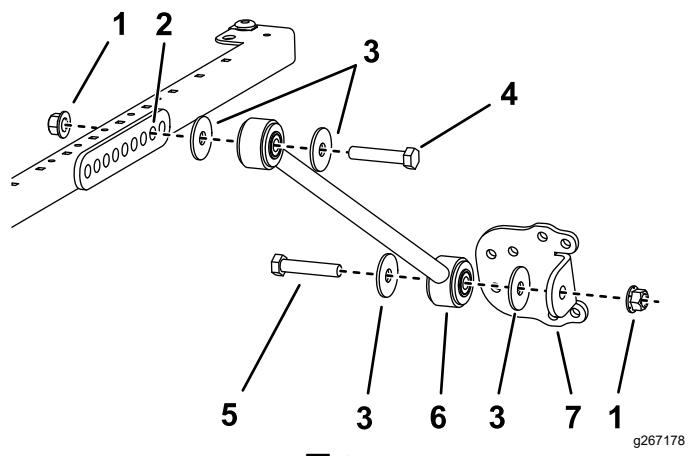

図 34
- モデル 30446、30446N、30447 および 30447N の場合は、サンシェードのフレームの左右それぞれの側で、ブレースブラケットのふたつ目の穴にブレースを仮止めするボルト $\frac{1}{2} \times 2\frac{1}{2}$ "、ワッシャ $\frac{1}{2}$ "、フランジナット $\frac{1}{2}$ "を使用して図34のように取り付ける。